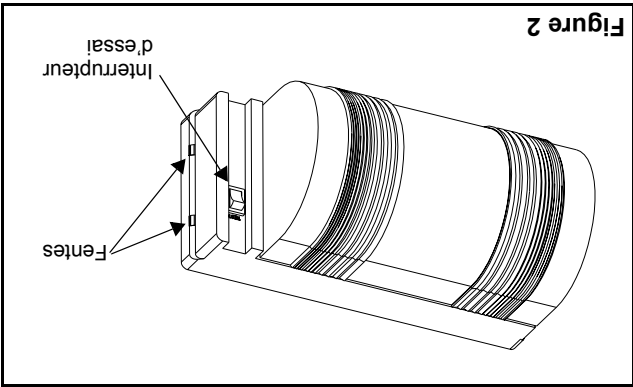

Figure 2
2. Enlever la plaque arrière en insérant un tournevis dans les petites fentes du boîtier (voir fig. 2).
4. Déterminer la position de l'interrupteur d'essai (voir fig. 2) avant de monter la plaque arrière.